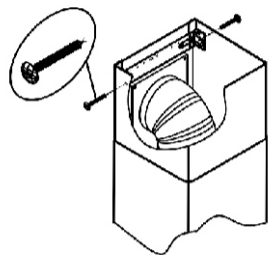

рис. 9
6.5 Выдвиньте верхнюю фальштрубу и закрепите ее на кронштейне самонарезающими винтами (рис. 9).